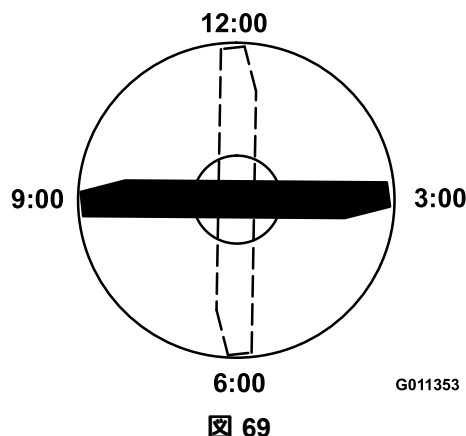

図 69
3. ブレードの印の付いているほうの端部を12時の位置車両進行方向に向け、作業台の表面からブレードの切っ先までの高さを測定する 図 69。
4. 印の付いている端部を3時の位置と9時の位置に向けてそれぞれ高さを測定する 図 69。